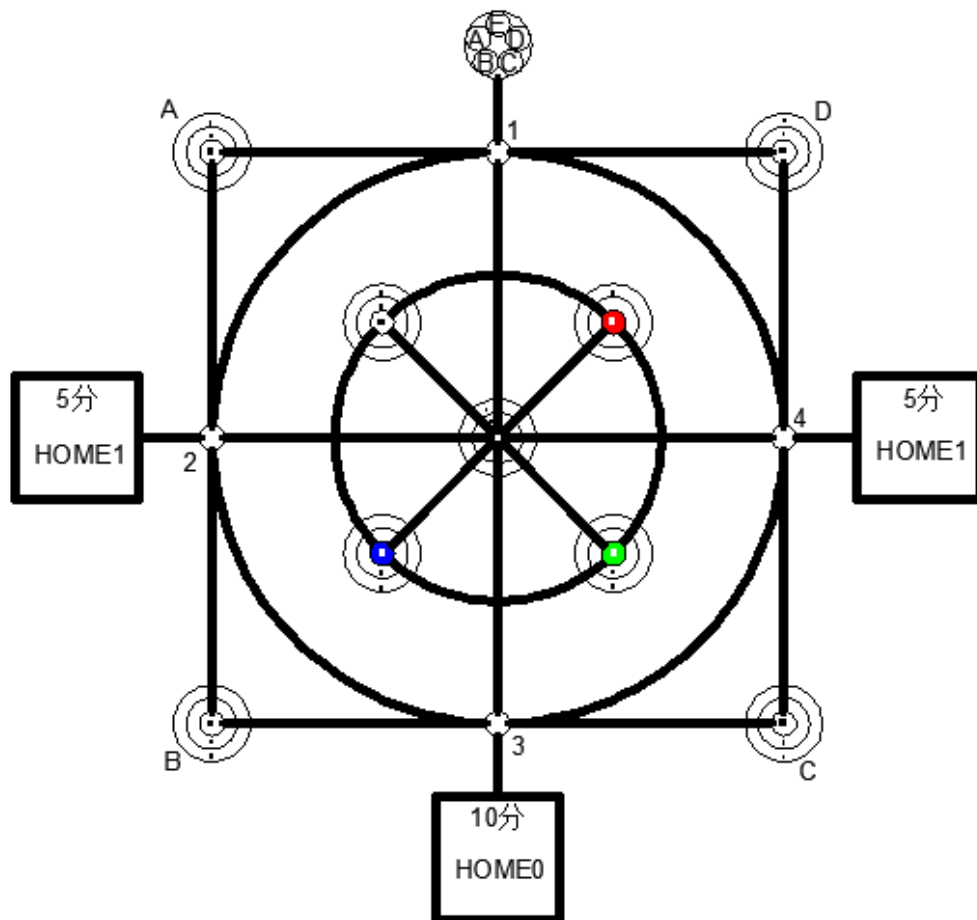

图 1 场地示意图
1. 出发区 (HOME0): 如图 1 所示, 出发区为边长为 300mm 的正方形。出发时机器人的所有部位必须在出发区内;
2. 物料摆放点: 如图 1 所示, 物料摆放点包括两部分: 第一物料摆放点位于外圆 (半径为 700mm) 与搬运辅助线的交点上, 黑色字
3. 物料目标区：如图 1 所示，物料目标区分别标识有半径为 30mm、62mm、94mm 的同心圆环；从物料目标区中心向外，标识分值，分别为 10、5、3。物料目标区有两部分：第一部分位于半径为 400mm 的同心圆环和圆心上，半径为 30mm 的圆分别填充为白色、蓝色、绿色、红色、黑色。第二部分位于边长为 1400mm 的正方形角点，分别标识为 A、B、C、D。